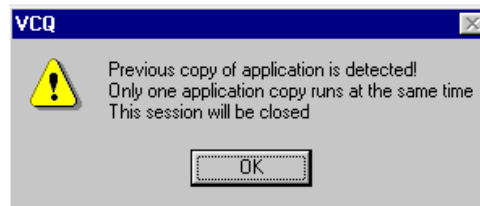

Рис. 14
- 1) Если на экране монитора появилось сообщение следующего содержания (Рис. 14), это означает, что пользователь пытается, при открытой программе VCQ, запустить ее еще раз. Нажмите на клавишу **OK** и перейдите в окно программы VCQ, которое уже открыто.